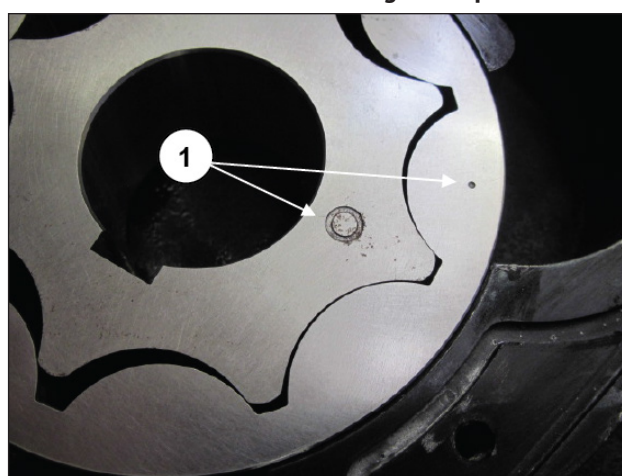

Fig. 153
Lors du montage des rotors de pompe à huile, orienter du même côté les marquages des deux éléments comme illustré Fig. 153 rep. ①.